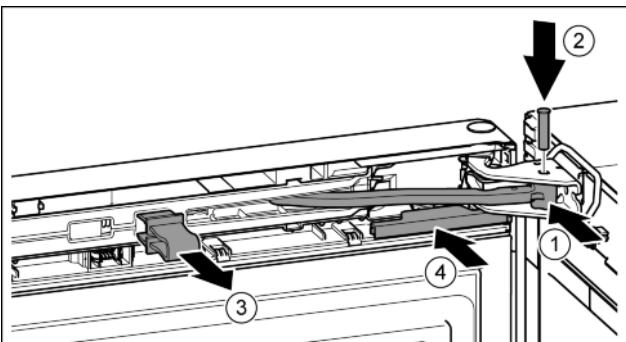

Fig. 21
- Завъртете шарнира в лагерната стойка. *Fig. 21 (1)*
- ▶ Поставете болта в лагерната стойка и шарнира. При това обърнете внимание на това, фиксиращата гърбица да е легната правилно в жлеба. Fig. 21 (2)
- ▶ Свалете предпазителя. Fig. 21 (3)
- ▶ Нахлузете капака. Fig. 21 (4)